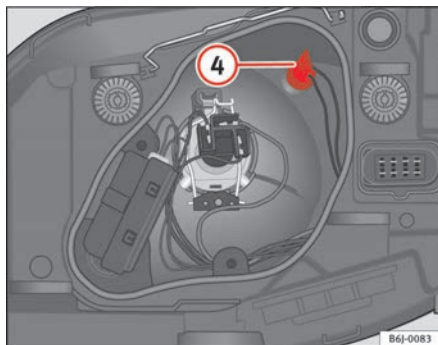

Fig. 153 Luz de población
- Extraiga el portalámparas ④ ⇒ fig. 153 hacia fuera.